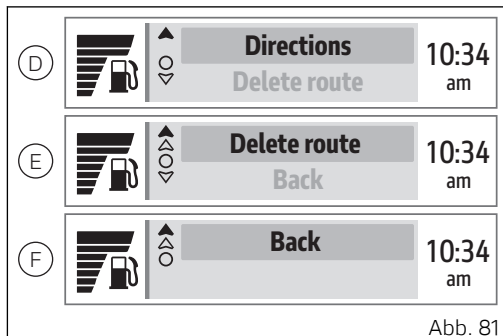

Abb. 81
- Die Angabe „Zielführung“ (D, Abb. 81) markieren, dann auf ENTER (3) drücken.
- Die Angabe „Route löschen“ (E, Abb. 81) markieren, dann auf ENTER (3) drücken.